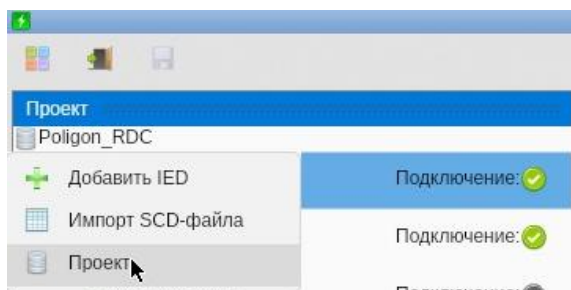

Рисунок 7.2 – Выбор из выпадающего списка пункта «Проект»
- 2 Щёлкнув правой кнопкой мыши по названию проекта, в контекстном меню выбрать раздел «Проект» (см. рисунок 7.2).